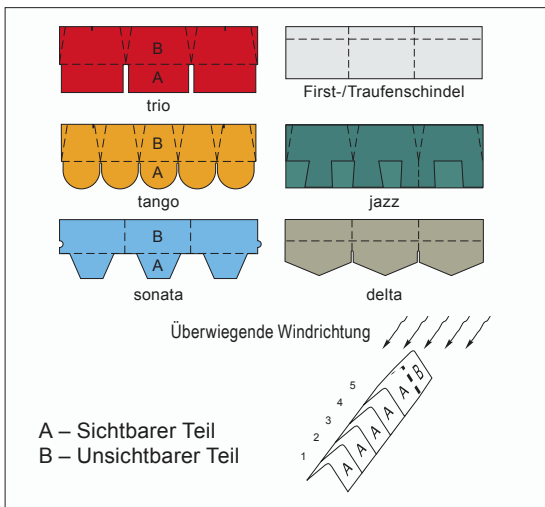

Abb. 21
den TANGO, TRIO und SONATA können aus den gleichen Schindeln geschnitten werden (Abb. 21). Vor Verlegung solcher First-/Traufenschindeln ist erforderlich, ihre untere Seite mit Bitumenmastix FIKSER zu schmieren. SONATA Schindeln: unsichtbarer Teil (B), sichtbarer Teil (A). Verlegt wird von unten nach oben.
Die Schindeln sind gegengerichtet gegen überwiegende Windrichtung zu verlegen (Abb. 21)